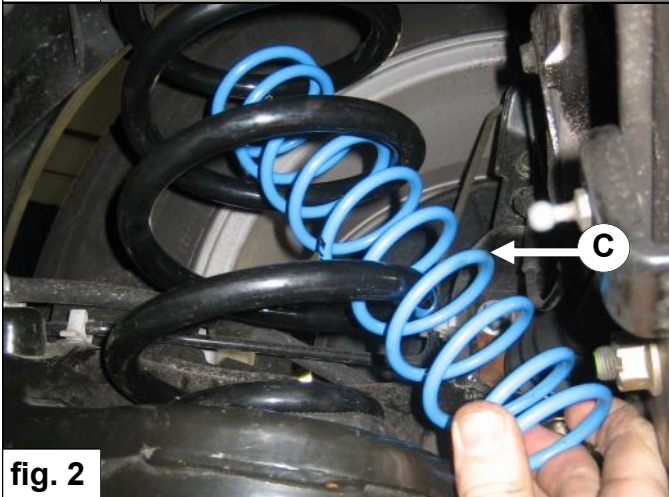

fig. 2
3. Kippen Sie Hilfsfeder **C** mit dem Federteller **A** in die Hauptfeder und drehen Sie die Hilfsfeder **C** nach oben. Siehe Abbildung 2 & 3.
3. Insérez entièrement le ressort auxiliaire **C** avec la coupelle **A** dans le ressort principal par un mouvement de basculement, à travers les spires du ressort principal. Voir fig 2 & 3.